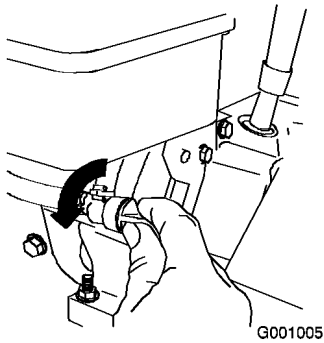

Figura 26
- Girate la valvola d'intercettazione del carburante in senso antiorario per aprirla (Figura 26).